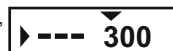

Fig.6
- Ruotando il controller scegliete la voce "----" (distanza nuova) (vedi fig.6).